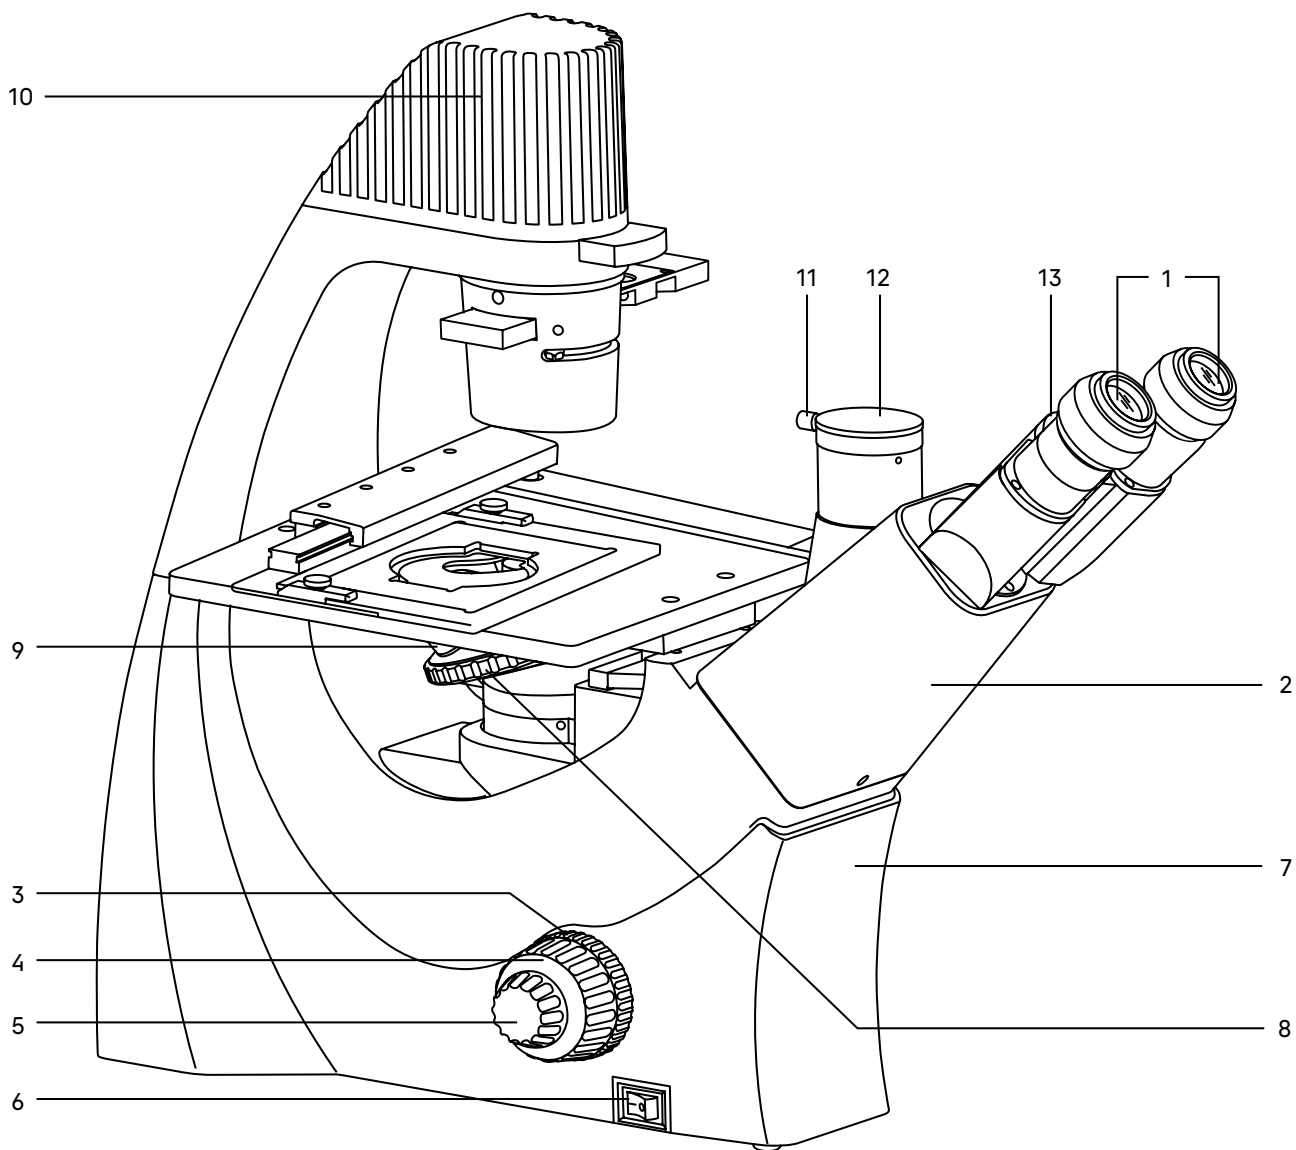
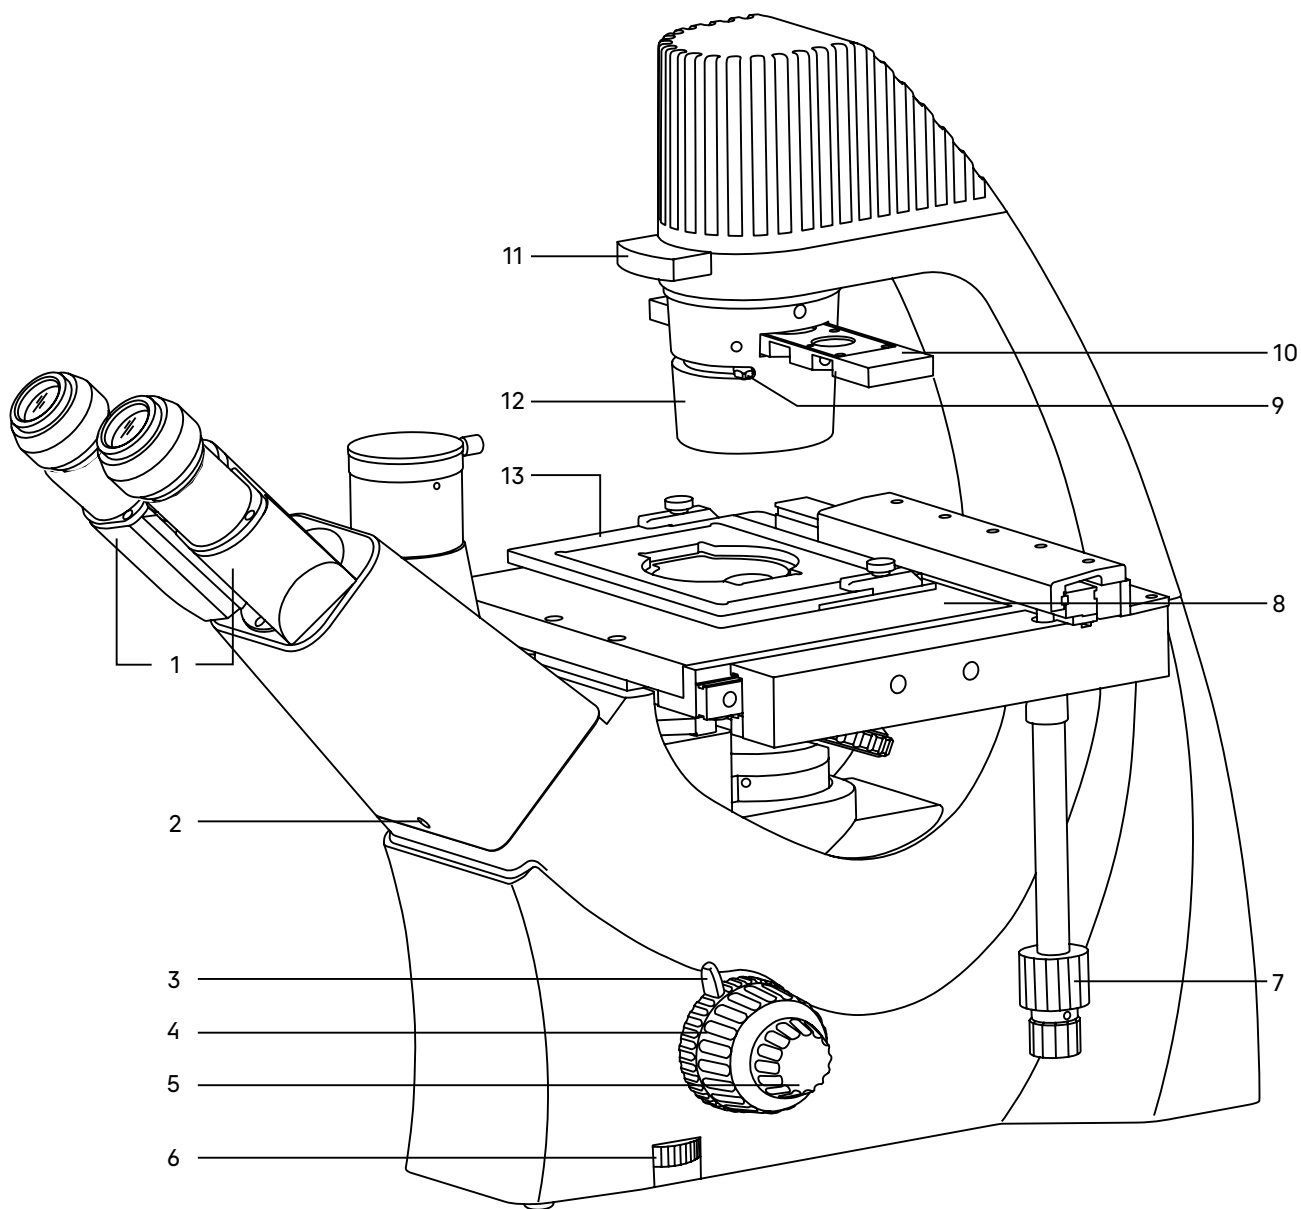

Рис. 1. Микроскоп MAGUS Bio V300. Вид слева
Рис. 2. Микроскоп MAGUS Bio V300. Вид справа
Общий вид микроскопа представлен на рис. 1 и 2.
Штатив имеет устойчивую эргономичную конструкцию. На штативе 7 (рис. 1) микроскопа закреплены:
- револьвер 8 (рис. 1) с объективами;
- предметный столик 8 (рис. 2);
- конденсор 12 (рис. 2);
- осветитель 10 (рис. 1);
- визуальная насадка 2 (рис. 1).
На левой боковой поверхности штатива расположен выключатель 6 (рис. 1) сетевого напряжения. В положении «←» включается, а в положении «0» выключается сетевое напряжение.
На правой боковой поверхности штатива расположен диск 6 (рис. 2) для регулировки напряжения питания источника света.
Фокусировка на объект осуществляется перемещением по высоте револьверного устройства с объективами. Грубая фокусировка производится вращением коаксиальных рукояток 4 (рис. 1, 2), расположенных по обеим сторонам штатива.
Тонкая фокусировка производится вращением рукояток 5 (рис. 1, 2), расположенных по обеим сторонам штатива. Тонкая фокусировка требуется для более точного фокусирования на объект и для подфокусировки микроскопа на резкость изображения при смене объективов и препаратов.
Механизм регулировки жесткости хода грубой фокусировки 3 (рис. 1) – кольцо между штативом и рукояткой грубой фокусировки с левой стороны. С помощью кольца регулируется жесткость хода грубой фокусировки так, чтобы жесткость была комфортной для пользователя, но при этом револьвер с объективами не опускался самопроизвольно во время работы.
Рукоятка блокировки грубой фокусировки 3 (рис. 2) расположена с правой стороны. После завершения грубой фокусировки рекомендуется перевести рычаг в крайнее положение в направлении по часовой стрелке. Таким образом закрепится положение грубой фокусировки для быстрой рефокусировки после смены препарата. Цена деления тонкой фокусировки – 2 мкм.
Тринокулярная визуальная насадка 2 (рис. 1) обеспечивает визуальное наблюдение изображения объекта. Насадка устанавливается в отверстие штатива 7 (рис. 1) и закрепляется винтом 2 (рис. 2).
Изменение межзрачкового расстояния в насадке осуществляется разворотом окулярных тубусов 1 (рис. 2) в пределах 48–75 мм. Значение расстояния, установленного в соответствии с глазной базой наблюдателя, отсчитывается по шкале 13 (рис. 1) на насадке.
В вертикальный тубус 12 (рис. 1) корпуса визуальной насадки (канал визуализации) с помощью переходника C-mount устанавливается камера (видеоокуляр) или система визуализации с монитором. Распределение светового потока: 50% на вертикальный тубус, 50% на окуляры.
В комплект микроскопа входят окуляры 1 (рис. 1). Окуляры имеют высокое положение выходного зрачка и предназначены для работы как в очках, так и без них.
Револьверное устройство 8 (рис. 1) обеспечивает установку четырех объективов. Смена объективов производится вращением револьверного устройства за конусную рифленую поверхность до фиксированного положения.
Объективы 9 (рис. 1) рассчитаны на механическую длину тубуса «бесконечность». Парфокальная высота объективов 45 мм, линейное поле зрения в плоскости изображения 22 мм. Объективы длиннофокусные, рассчитаны на посуду с толщиной дна 1,2 мм.
Осветитель 10 (рис. 1) неподвижно закреплен на штативе микроскопа. Источник света – яркий светодиод 9 Вт.
Важная часть осветительной системы – конденсорное устройство. Конденсор 12 (рис. 2) закреплен на штативе. Конденсор рассчитан на работу с посудой высотой до 70 мм.
В конденсоре есть слот для установки слайдера фазового контраста. Фазовый слайдер 10 (рис. 2) имеет свободное отверстие и фазовую вставку для объектива 10x.
Ирисовая апертурная диафрагма располагается под слотом для фазового слайдера. Раскрытие апертурной диафрагмы осуществляется рукояткой 9 (рис. 2). Диафрагма позволяет настроить определенную апертуру для работы с объективами светлого поля. Для достижения большей контрастности можно воспользоваться светофильтрами, входящими в комплект микроскопа. Светофильтры 11 (рис. 2) устанавливаются в верхний слот конденсора.
Предметный столик 8 (рис. 2) закреплен неподвижно на штативе. К столику прикреплено устройство, которое обеспечивает перемещение объекта в двух взаимоперпендикулярных направлениях. Перемещение осуществляется с помощью рукояток 7 (рис. 2), расположенных на одной оси. Ручка перемещения низкая, поэтому пользователь не напрягает кисть правой руки.